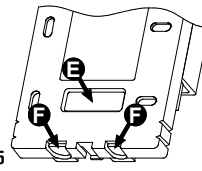

Fig. 5
Ingresso cavi dal retro: Rimuovere, con l'aiuto di un cacciavite, il tassello della base, come indicato dalla freccia in (E) di Fig. 5.
Ingresso cavi dal bordo inferiore della base: Rimuovere, con l'aiuto di un cacciavite, i tasselli della base, come indicato dalle frecce in (F) di Fig. 5.